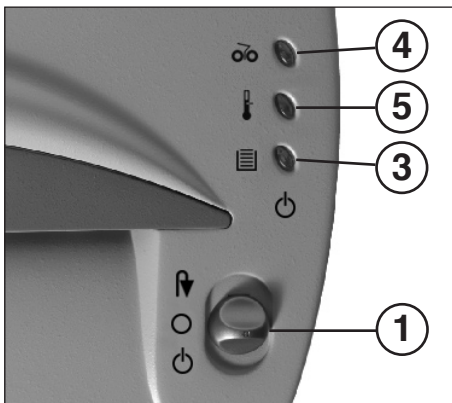

Fig. 1
#### 1 = Interruttore funzione (Fig. 1)
#### 3 = Spia di controllo (Fig. 1)
„inceppamento del materiale“ (Fig. 1)
#### 5 = Spia di controllo (Fig. 1)
- Commutare l'interruttore funzione (1) (Fig. 1) in posizione „“. La spia di controllo (3) (Fig. 1) si accende (verde).
Assicurarsi che durante la notte l'apparecchio sia sempre disinserito (Commutare l'interruttore funzione (1) (fig. 1) in posizione "O").
- La spia di controllo (4) (Fig. 1) si accende.
- Commutare **brevemente** l'interruttore funzione (1) (fig. 1) in posizione "I" (il materiale viene sbloccato), commutarlo in posizione "O".
- La spia di controllo (4) (Fig. 1) si spegne.
- Strappare la carta sbloccata subito oltre la fessura di alimentazione, quindi commutare l'interruttore funzione (1) (Fig. 1) in posizione "I".
- Commutare l'interruttore funzione (1) (Fig. 1) in posizione "I".
Sollecitando il motore oltre i limiti avviene il blocco. La spia di controllo (5) (Fig. 1) si accende. Commutare l'interruttore (1) (fig. 1) funzione in posizione "O". Dopo un periodo di raffreddamento di circa 25-30 minuti, (dipendente dalla temperatura ambiente) sarà possibile innestare nuovamente la macchina.